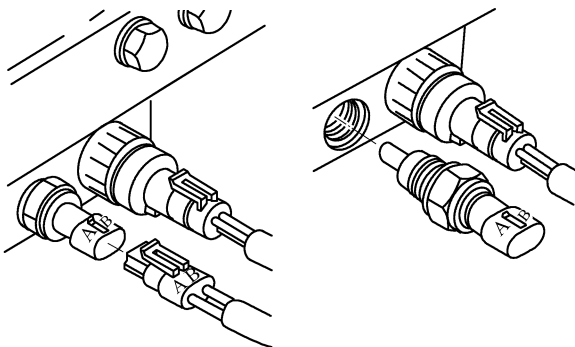
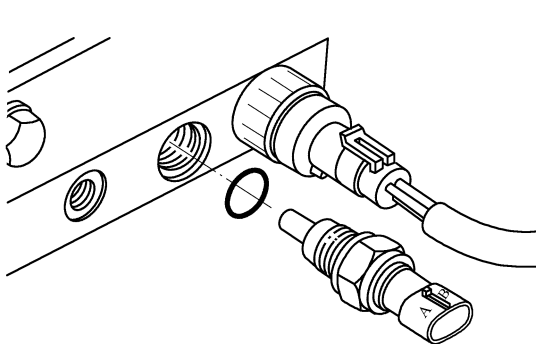

图 4-94 拆下进气歧管空气温度传感器
图 4-95 更换新 O 形圈，安装传感器
(2) 拆卸 抬起锁片，拔下电气插头，拆下进气歧管空气温度传感器，如图 4-94 所示。
(3) 安装
① 更换新 O 形圈，安装传感器并拧紧锁紧螺母(拧紧力矩为 $14\text{N} \cdot \text{m}$)，如图 4-95 所示。